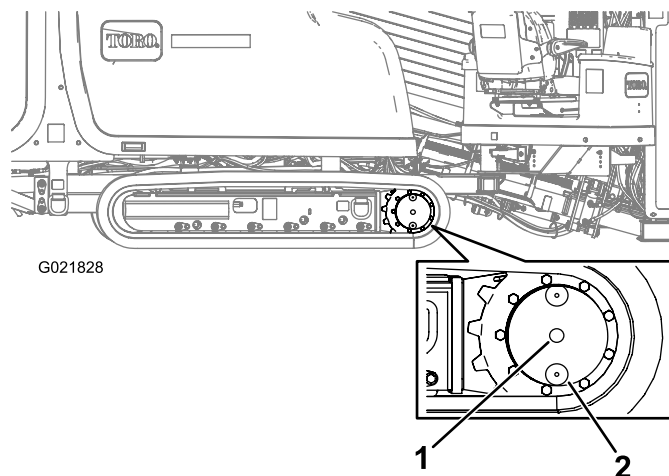

Bild 133
2. Reinigen Sie den Bereich um die Ölstandsschraube mit einem Reinigungsmittel (Bild 133).
3. Entfernen Sie die Ölstandsschraube (Bild 133).
2. Reinigen Sie den Bereich um die Ölstandschaube (Bild 133).
3. Drehen Sie den Planetenantrieb, bis sich die Ölablassschraube genau unter der Ölstandschaube befindet (Bild 133).